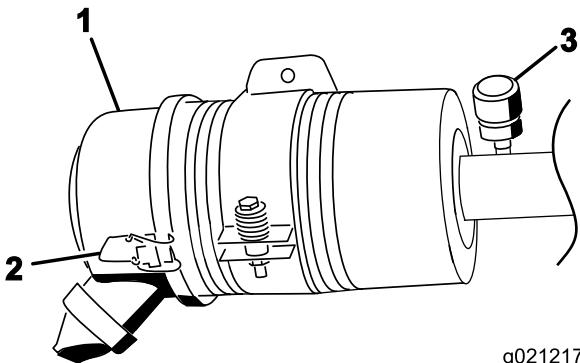

Figure 46
Faites l'entretien du filtre à air uniquement quand l'indicateur de colmatage (Figure 46) indique que cela est nécessaire. Changer le filtre à air prématûrement ne fait qu'accroître le risque de contamination du moteur par des impuretés quand le filtre est déposé.
- Desserrez les fixations qui maintiennent le couvercle sur le corps du filtre à air (Figure 46).